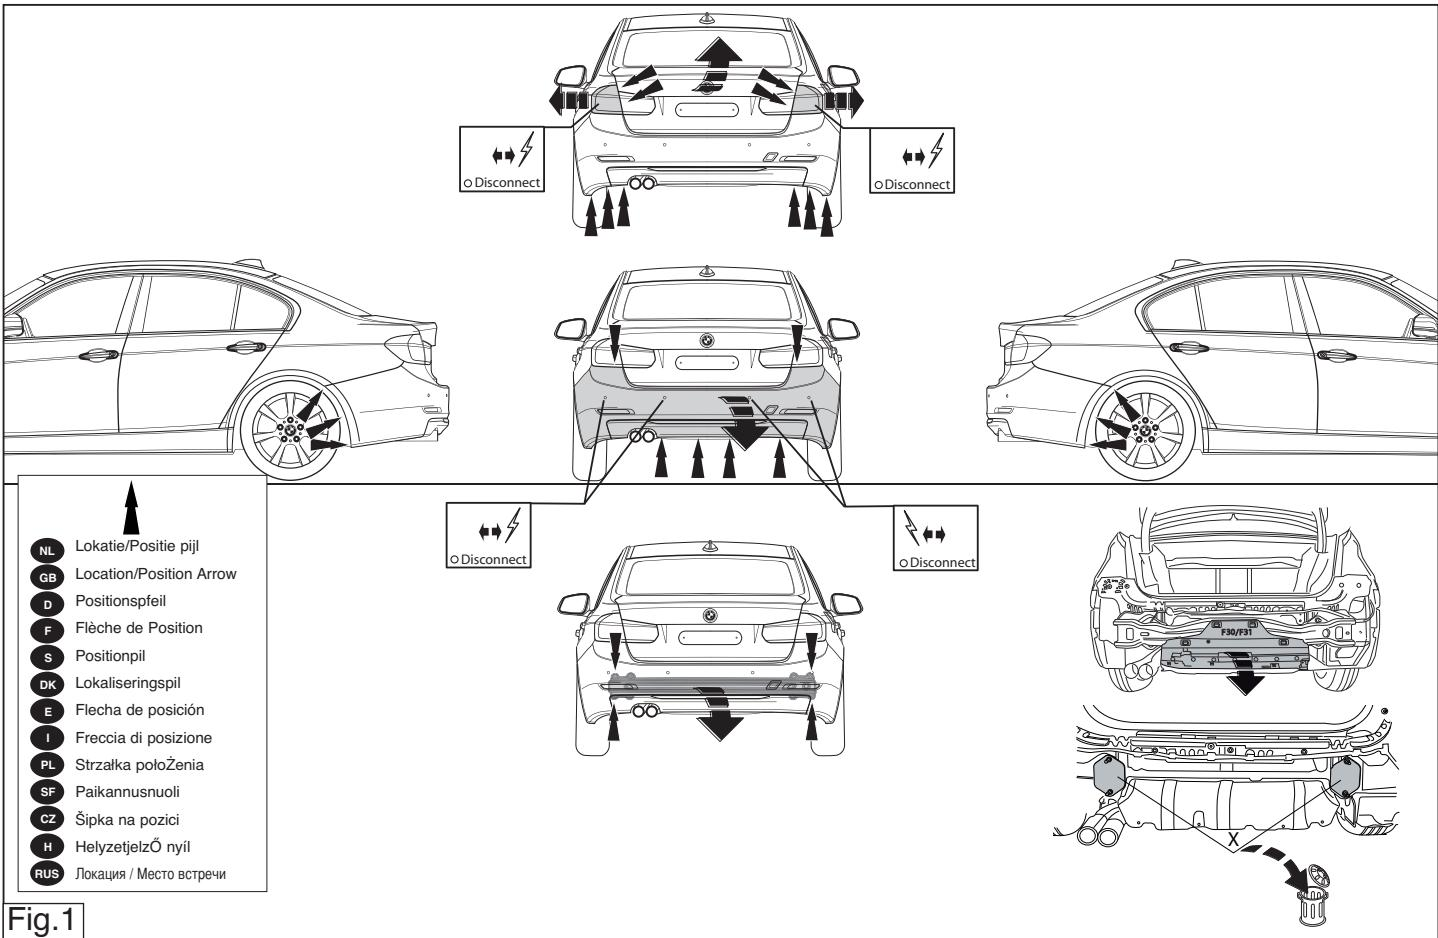

Fig.1
2. Снять бампер вместе со стальным буферным бруском автомобиля, Снять пластмассовый корпус с металлического буферного бруса. буферный брус больше не понадобится. По мере необходимости, удалить наклейки на местах крепления X. См. рисунок 1.